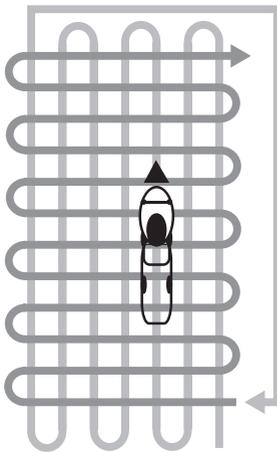

Рис. 12 Схема перпендикулярного кошения
5. При кошении в тяжелых условиях (п. 3,4) рекомендуется проводить повторный покос с меньшей высотой кошения. При этом рекомендуется использовать схему перпендикулярного кошения. На Рис. 12 представлена схема движения газонокосилки при выбросе травы в травосборник.